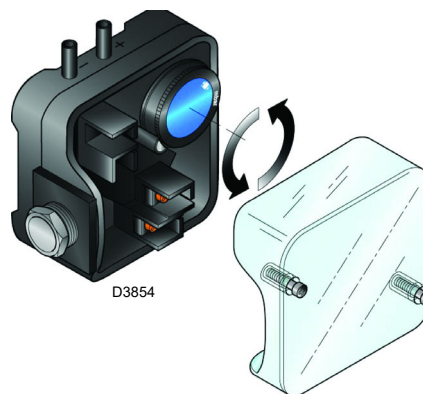

Fig. 26
- Régler le pressostat air (Fig. 26 à la page 26) en début d'échelle.
Effectuer le réglage du pressostat air après avoir effectué tous les autres réglages du brûleur avec le pressostat air réglé en début d'échelle (Fig. 26).